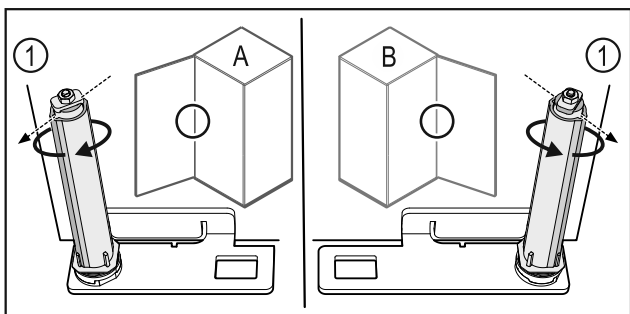

Fig. 56 Opritorul din stânga (A) / opritorul din dreapta (B)
- ▶ Rotiți sistemul de închidere până la rezistență, până când pragul sistemului de închidere Fig. 56 (1) este orientat spre exterior.